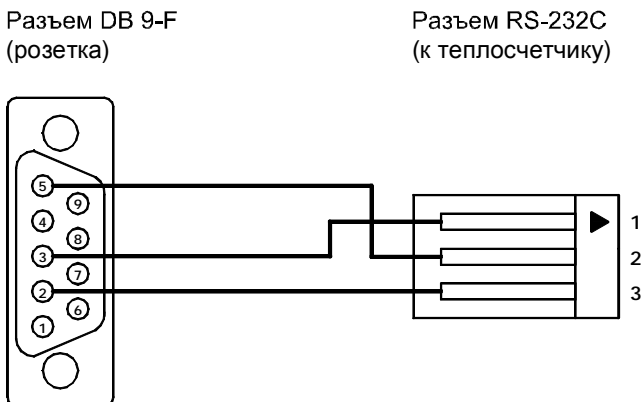

рис. 6.7
6.9.4 Для прямого соединения теплосчетчик – ПК следует использовать кабель, изображенный на рис. 6.7.